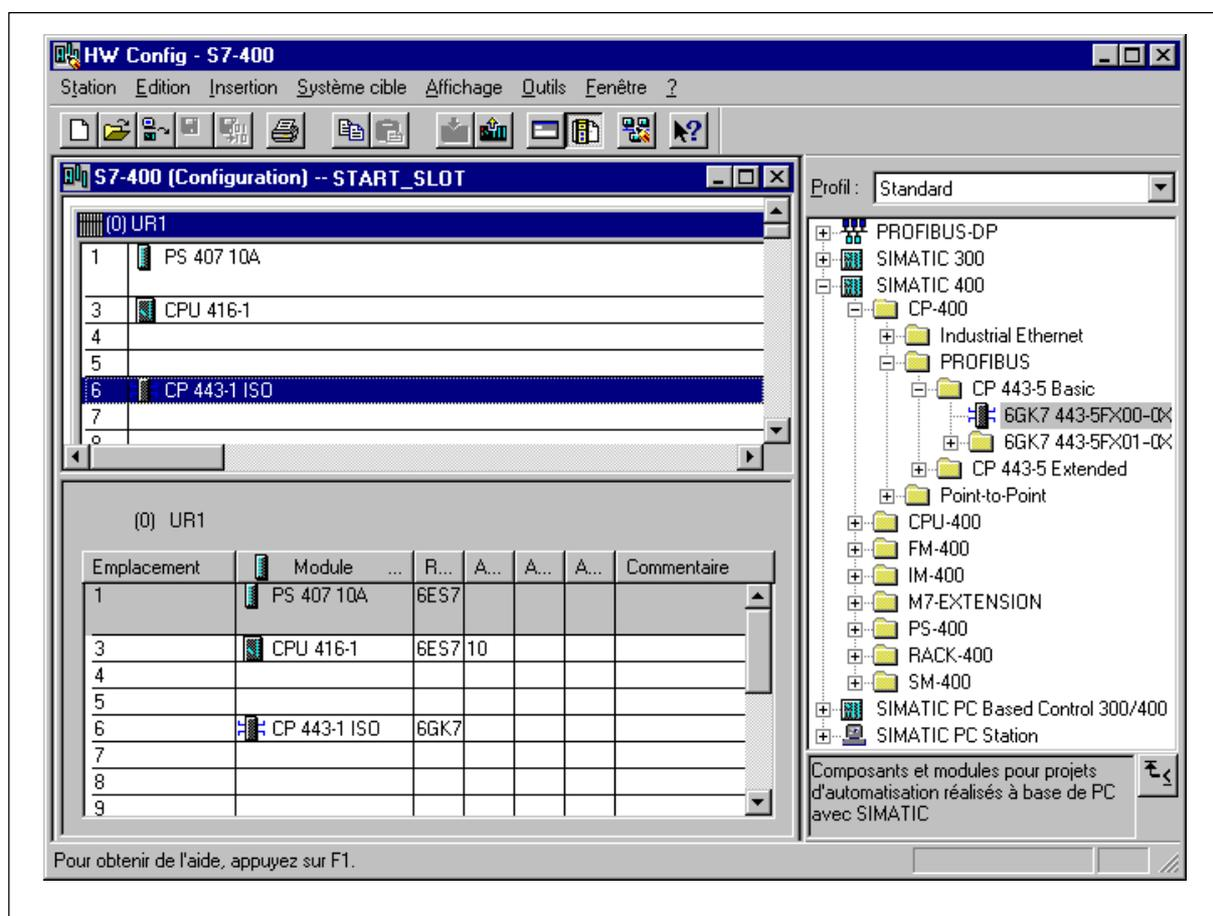

Figure 2-9 Equipement matériel de la station S7-400
1. Sélectionnez les composantes mentionnées ci-dessous et équipez-les comme indiqué dans la figure 2-9.